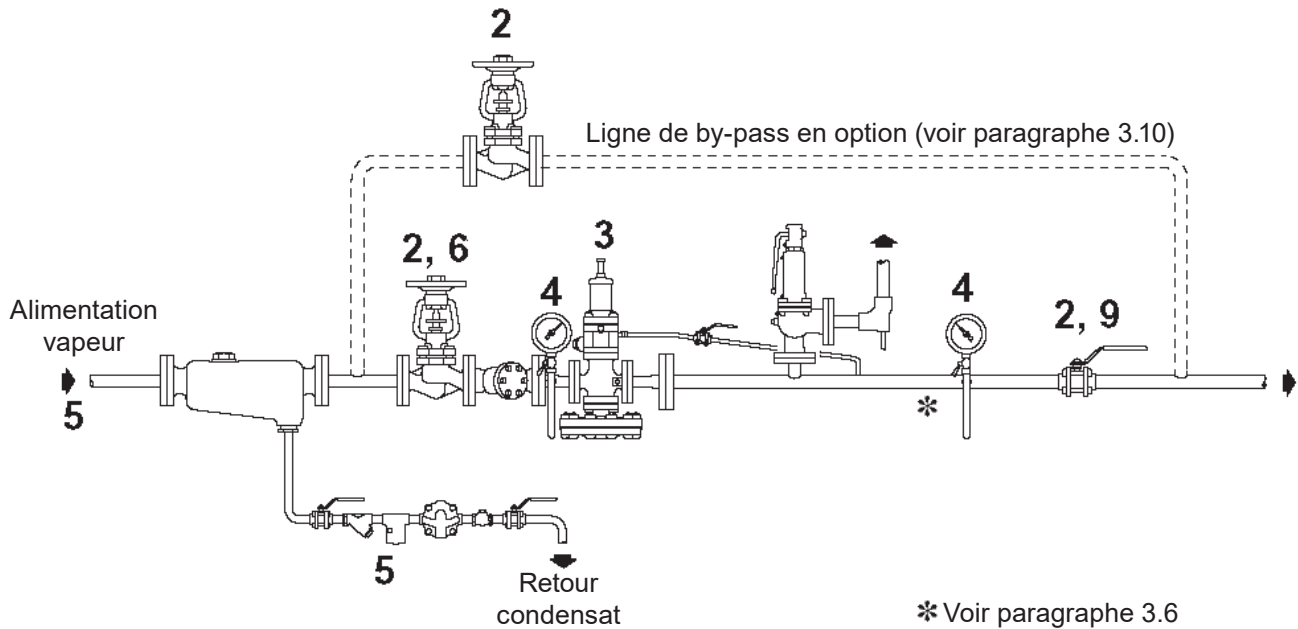

Fig. 8 - Procédure de réglage DP27, DP27E et DP27Y
S'il est essentiel de maintenir une alimentation de vapeur constante à l'intérieur du détendeur-régulateur, il peut être nécessaire d'installer un by-pass pour assurer la continuité de l'alimentation du système, lorsque le détendeur-régulateur est en entretien. (Fig. 8 et 9).
4.1 Procédure de réglage (Fig. 8 et 9)
DP27, DP27E et DP27Y (Fig. 8)